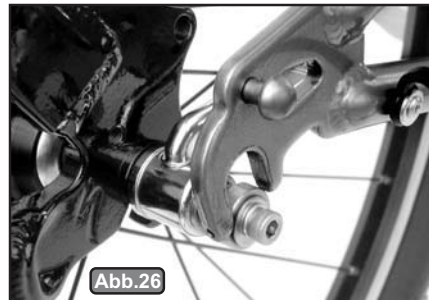

Abb.26
B) Bei gesichertem Fahrrad und leerem Anhänger prüfen, wie gut die Ausfallenden der Deichsel in die Schlitze der Spezialaufnahmen passen. Dies ist bei gerade stehendem Fahrrad, und, wenn sich der Anhänger in einer geraden Linie hinter dem Fahrrad befindet, am einfachsten. Stellen Sie sich links neben das Fahrrad und blicken Sie in Richtung Anhänger. Lehnen Sie das Fahrrad an Ihre Hüfte. Beugen Sie in der Hüfte und heben Sie den Anhänger mit beiden Händen an (Abb. 25). Setzen Sie die Ausfallenden der Deichsel auf die Spezialaufnahmen des Schnellspanners. Passen die Ausfallenden nicht in die Schlitze der Spezialaufnahmen, auch dann nicht, wenn die Deichsel etwas zusammengedrückt oder auseinandergebogen wird, müssen die Spezialaufnahmen umgekehrt werden. Abb. 26 zeigt solch eine Situation, in der die Ausfallenden nicht passen und die Spezialaufnahmen umgekehrt werden müssen.